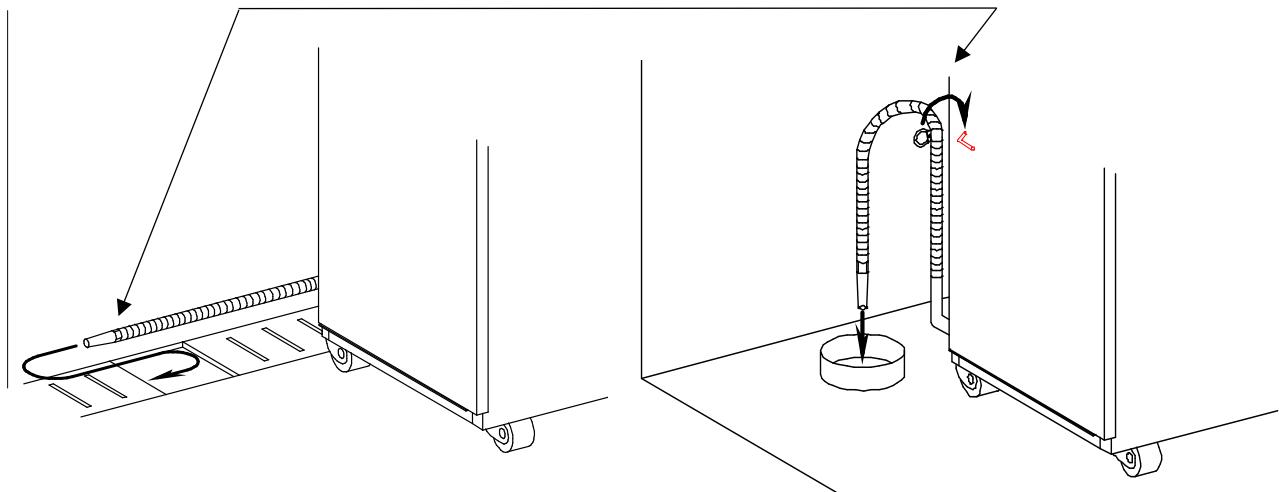

図 2
- ② 耐熱性のある排水溝・排水ピットがある場合はホースの先を溝またはピットまで導く。(図 2)